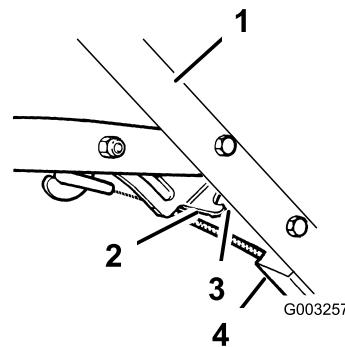

Figura 28
- A. Afloje la tuerca del soporte del cable (Figura 28).